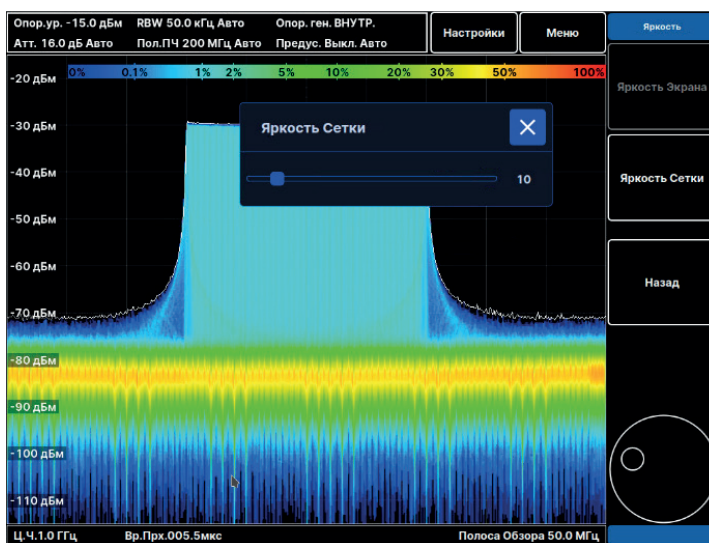

Рис.14. Настройка яркости элементов экрана
- в появившемся окне настройте желаемую яркость сетки области результатов измерений (от 0 до 100%) при помощи слайдера **Яркость Сетки / Grid Opacity** (Рис. 14);